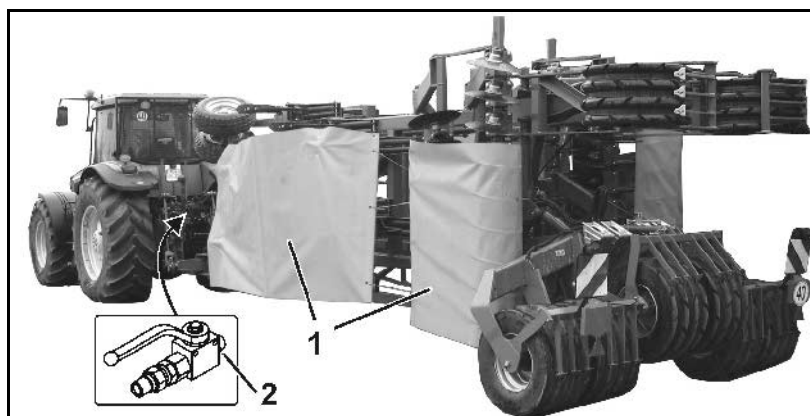

Fig. 7
- Bâches de protection pour les déplacements sur route (Fig. 7/1). Celles-ci se fixent sur le timon.
- Robinet à boisseau sphérique destiné à éviter un déploiement accidentel (Fig. 7/2).